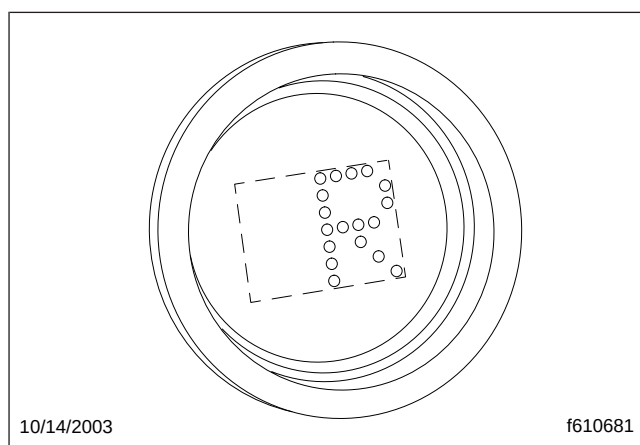

Figura 8.25, Visualización de la marcha atrás
La posición de marcha atrás (R) está en el extremo superior del interruptor selector de tres posiciones ubicado en el extremo de la palanca de control SmartShift. Para seleccionar marcha atrás (R), presione el botón del seguro de neutro y mueva el interruptor selector hacia arriba, hasta la posición que está encima de la de neutro. Cuando se selecciona la marcha atrás, la letra "R" aparece en el indicador de la marcha. Vea la Figura 8.25.